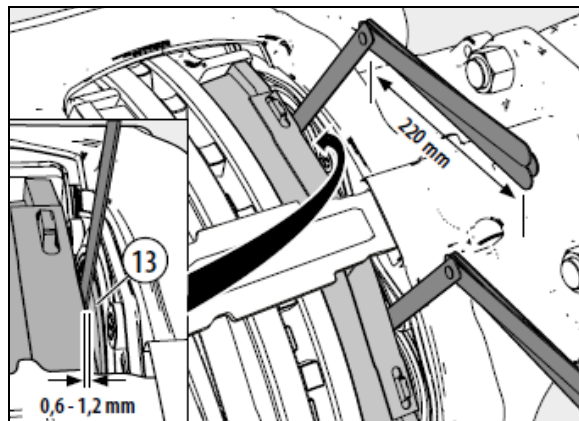

FIGURE 34: CONTRÔLER LE JEU ENTRE LES ENSEMBLES POUSSOIRS ET LA PLAQUETTE INTÉRIEURE
11. Contrôler le jeu entre les ensembles poussoirs (13) et le support de plaquette intérieure (12). Cette mesure doit être réalisée sur l'ensemble de la surface des deux ensembles poussoirs de façon simultanée avec deux jauges d'épaisseur (les deux jauges d'épaisseur doivent avoir une longueur d'au moins 220 mm) (voir Figure 34).